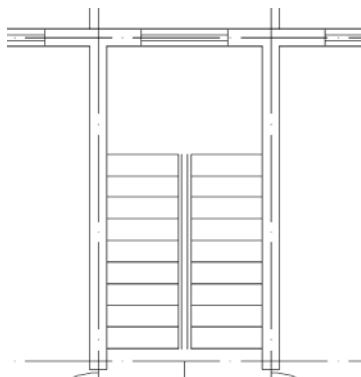

图 15.45 绘制楼梯扶手线
(3) 绘制楼梯井。连接两侧踏步端点, 然后均向内偏移, 距离为 50, 如图 15.45 所示。